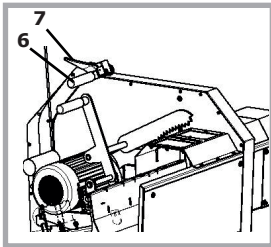

Abb. 5
Um den ersten Sägeschnitt durchzuführen, fassen Sie mit der rechten Hand an den Griff der Motorwippe (6, Abb.5) und drücken Sie dabei den Bedienhebel (7) herunter (7, Abb. 5). Dadurch wird die Motorwippe freigegeben. Ziehen Sie nun die Motorwippe **gleichmäßig** nach vorne. Es dürfen keine ruckartigen Bewegungen durchgeführt werden!